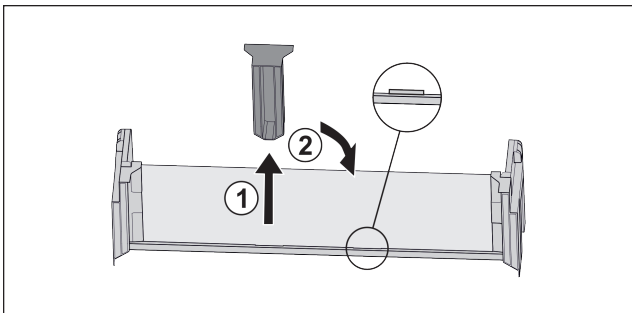

Fig. 19
- ▶ Middelste vasthoudeel lostrekken Fig. 19 (1).
- ▶ Middelste vasthoudeel in tweede positie inzetten Fig. 19 (2).